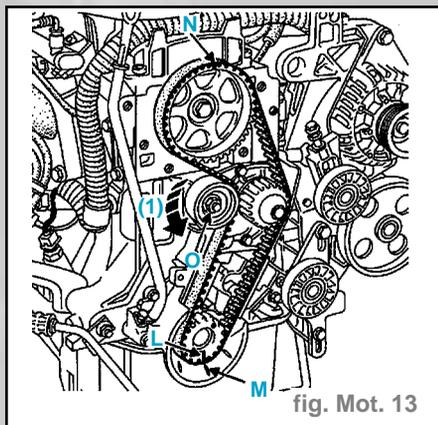

fig. Mot. 13
- Aligner les repères (L) du pignon de vilebrequin avec le repère fixe (M), le repère (N) du pignon d'arbres à cames doit se trouver dans la position ci-dessous (fig. Mot. 13)
- Desserrer l'écrou (O) et détendre le galet tendeur puis déposer la courroie
- Bloquer l'écrou (O) du galet tendeur (fig. Mot. 13)
- Serrer l'écrou (O) du galet tendeur à 5 daN.m